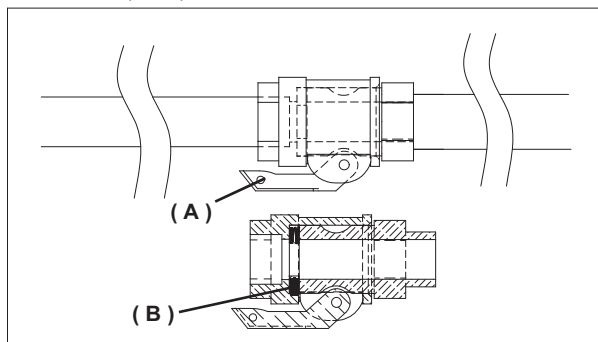

FIG.6a
Dopo aver piazzato la macchina, preparare un secchio con una quantità pari a circa 10l. di boiaccia. Versare la boiaccia nella tramoggia della macchina o, nel caso si utilizzino prodotti coloranti direttamente nella tubazione della macchina prima di collegarla. In quest'ultimo caso versare in tramoggia circa 10l. di prodotto colorato. Prendere i tubi del materiale, controllare che siano in buono stato, che i raccordi siano integri e le relative guarnizioni presenti, collegarli al collettore di mandata e alla lancia spruzzatrice. Controllare che le leve a camme (A) dei raccordi siano correttamente serrate e che la guarnizione (B) sia presente come in fig.6a